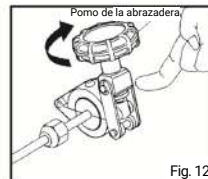

Fig. 12
- 4 Verifique que el tubo esté colocado correctamente y luego sujete el tubo. (Fig. 12)